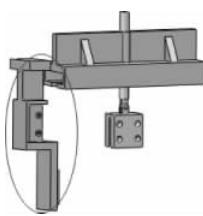

图 3-101 添加夹具零件
(1) 单击【装配体】工具栏中的【插入零部件】按钮 ，弹出【插入零部件】的属性设置。单击【浏览】按钮，在弹出的【打开】对话框中选择零件【夹具】，单击【打开】按钮，在图形区域中的合适位置单击插入，然后使用移动功能移动夹具到最终配合位置附近，如图 3-101 所示。